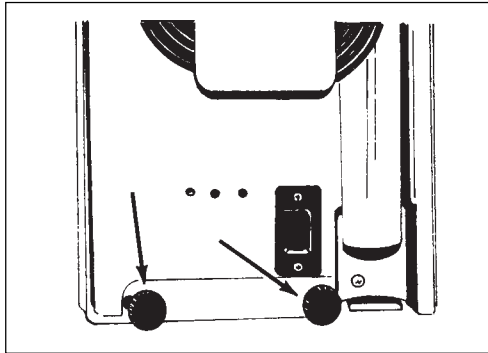

Figure 7
- a. Remove the two thumbscrews from the plastic bag. See figure 7.
- a. Retirer les deux vis moletées du sac plastique. Voir figure 7.